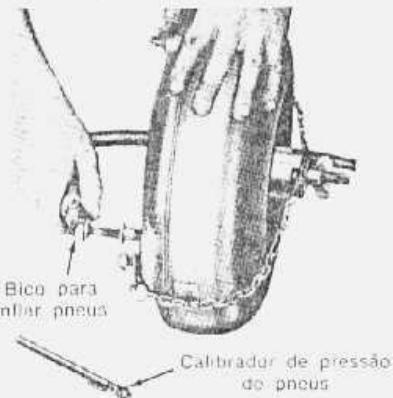

fig. 12 — instalação da ferramenta para verificação de vazamentos do conversor
1. Instalar o bujão no conversor (fig. 12) e expandi-lo apertando a porca-horboleta — Prender as correntes de segurança.